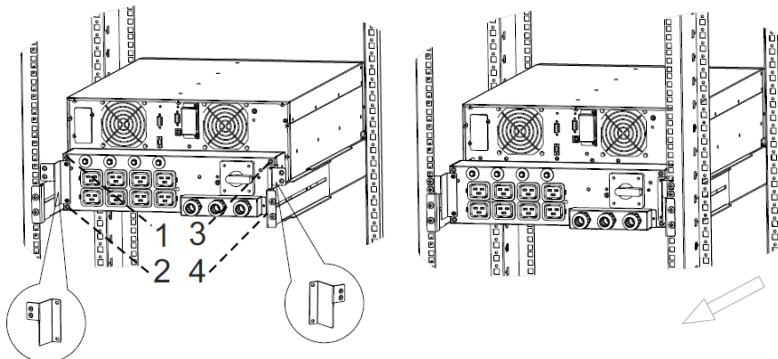

Abbildung 38: Ausbau XANTO S 10000, Schritt 2/3
2. Befestigen Sie die PDU mit den Hilfs winkeln am Rack und trennen Sie diese von der USV-Anlage. Lösen Sie hierzu 4 Schrauben (siehe Abbildung 38).